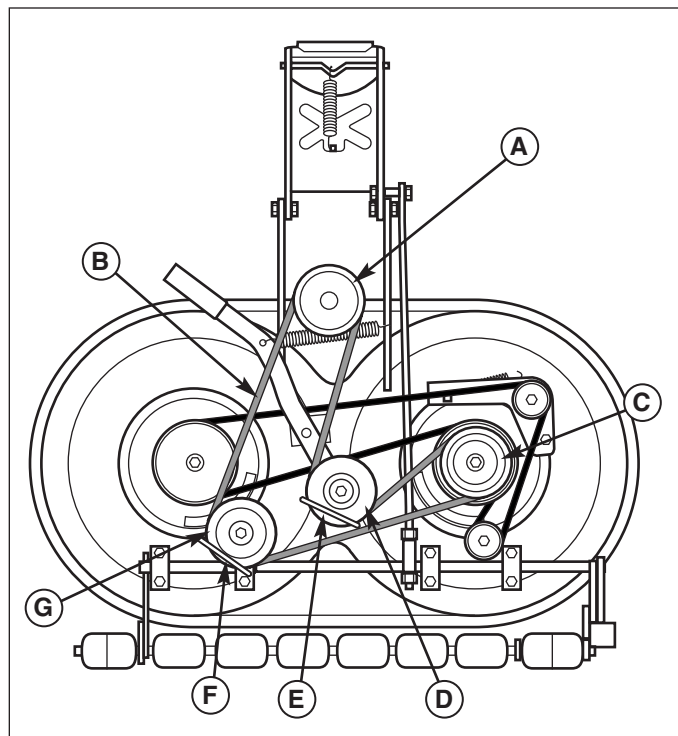

Figure 33. Remplacement de la courroie de la PDF
3. Noter la position des guides de courroie du galet tendeur (E et F, figure 33) une fois installés. Desserrer les vis à tête du galet tendeur et retirer la courroie des galets tendeurs (D et G).
4. Installer la nouvelle courroie (B) comme l'indique le schéma. Une fois la tondeuse installée sur le tracteur, la courroie s'enroule autour de la poulie de l'embrayage de la PDF (A), du galet tendeur arrière (D), de la poulie d'entraînement de la tondeuse (C) et du galet tendeur trapézoïdal (G).